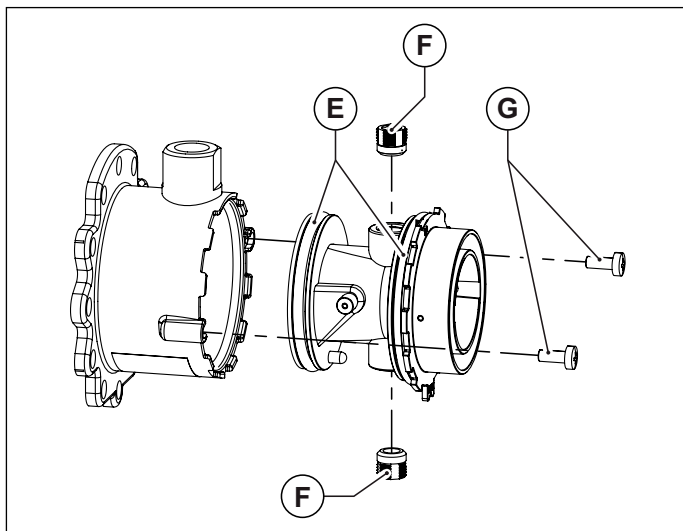
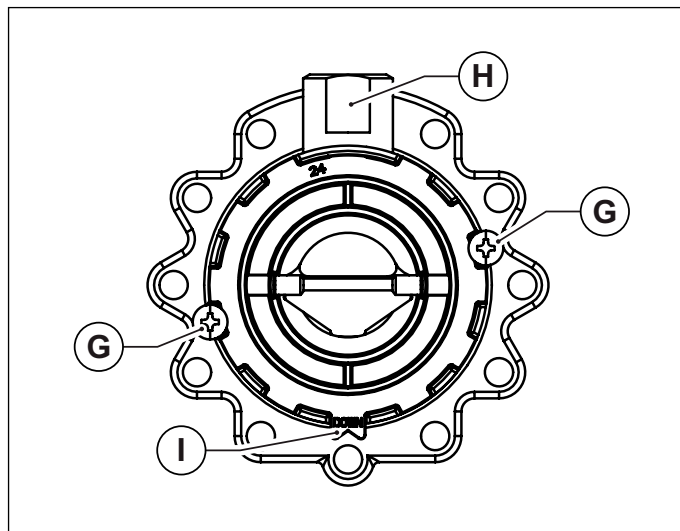

Fig. 28 Corpo in plastica del miscelatore
Fig. 29 Orientamento di montaggio
- Sfilare il corpo in plastica del miscelatore, svitando le due viti di fissaggio (vedi Fig. 28 Corpo in plastica del miscelatore).
- Svitare i due ugelli del miscelatore utilizzando una chiave a brugola da 6 mm (vedi Fig. 28 Corpo in plastica del miscelatore).
- Rimontare il corpo in plastica (Venturi) inserendolo nel miscelatore e avvitandolo con le viti di fissaggio, avendo cura di non danneggiare le guarnizioni o-ring che sono montate agli estremi del corpo in plastica (vedi Fig. 28 Corpo in plastica del miscelatore) e di rispettare l'orientamento di montaggio (vedi Fig. 29 Orientamento di montaggio).
- Montare il mixer riassembleto al ventilatore con le viti a brugola, avendo cura di riposizionare, fra mixer e ventilatore, l'o-ring di tenuta (vedi Fig. 28 Corpo in plastica del miscelatore).